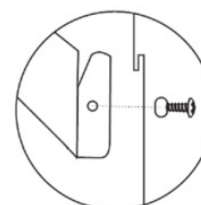

Fig. 2
- Die innere Kaminblende mit 2 Schrauben jeweils seitlich an der Halterung anschrauben (Fig. 2). Die äußere Kaminblende in die Halterung einhängen.